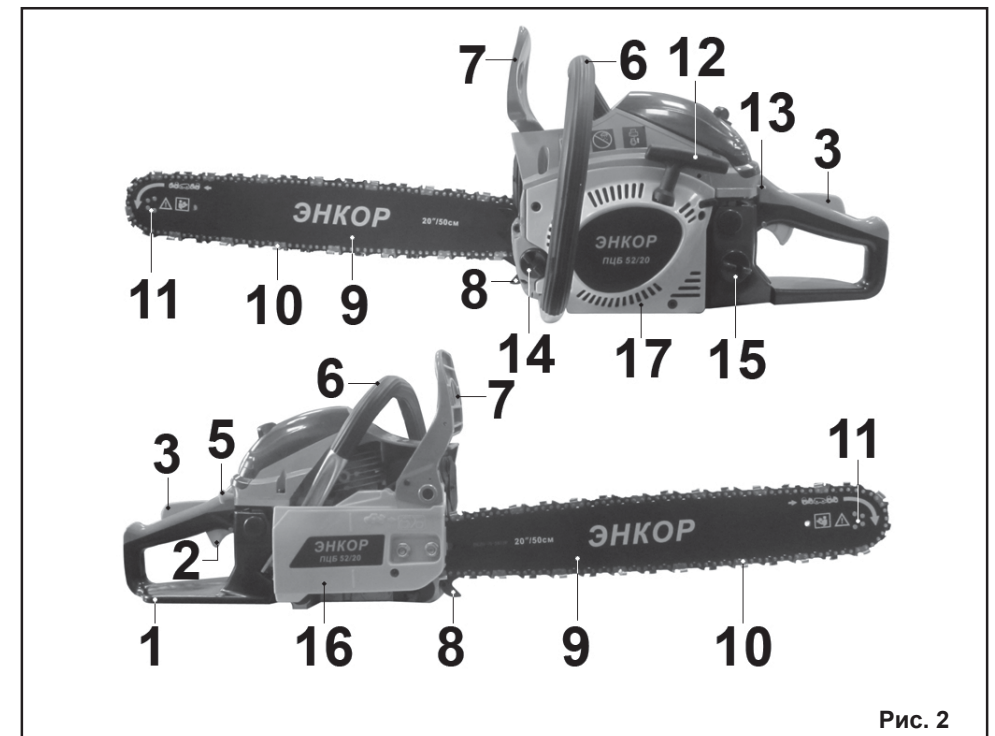

Рис. 2
5. УСТРОЙСТВО БЕНЗОПИЛЫ (Рис.2.)